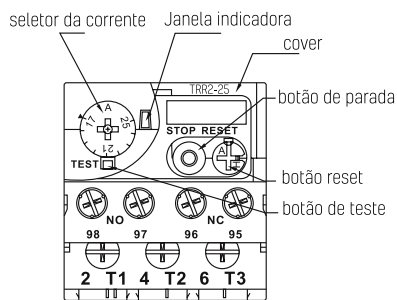

Fig 10
Desbloqueando a tampa, pressionando o botão de teste com uma chave de fendas, contator NF será aberto, o contator NA será fechado, e o estado da conversão poderá ser inspecionado através da janela indicadora. (A exibição do sinal amarelo refere-se ao estado da ação; não mostrar nada, refere-se ao estado de reinicialização). (Para detalhes, veja Fig. 10).
5.2.3 Configuração das formas de reinicialização: A configuração das formas de reinicialização deve ser realizada antes do circuito principal ser eletrificado. Antes do relé térmico sair da fábrica, o modo padrão é de reinicialização manual. Em qualquer caso, o cliente precisa selecionar o modo de reinicialização automática, abrindo a tampa, pressionando o botão de reinicialização e girando 90° ao longo da maneira direta, pode ser selecionado o modo de reinicialização automática. (Veja Fig. 10)
5.2.4 Configuração da corrente retificada: esta etapa deve ser realizada antes que o circuito principal seja eletrificado. O valor de corrente retificada padrão é mínimo quando o relé térmico sai da fábrica. Se o cliente quiser selecionar outro valor de corrente retificada, é só abrir a tampa e girar o mostrador atual com uma chave de fenda para fazer com que o valor da escala da ponta da seta seja ajustado com a corrente nominal do motor protegido em carga total. É necessário que o valor da corrente fornecido esteja entre as duas escalas, girando a orientação do seletor de corrente e ajustando adequadamente durante o processo de utilização. (Para detalhes, veja Fig. 10).